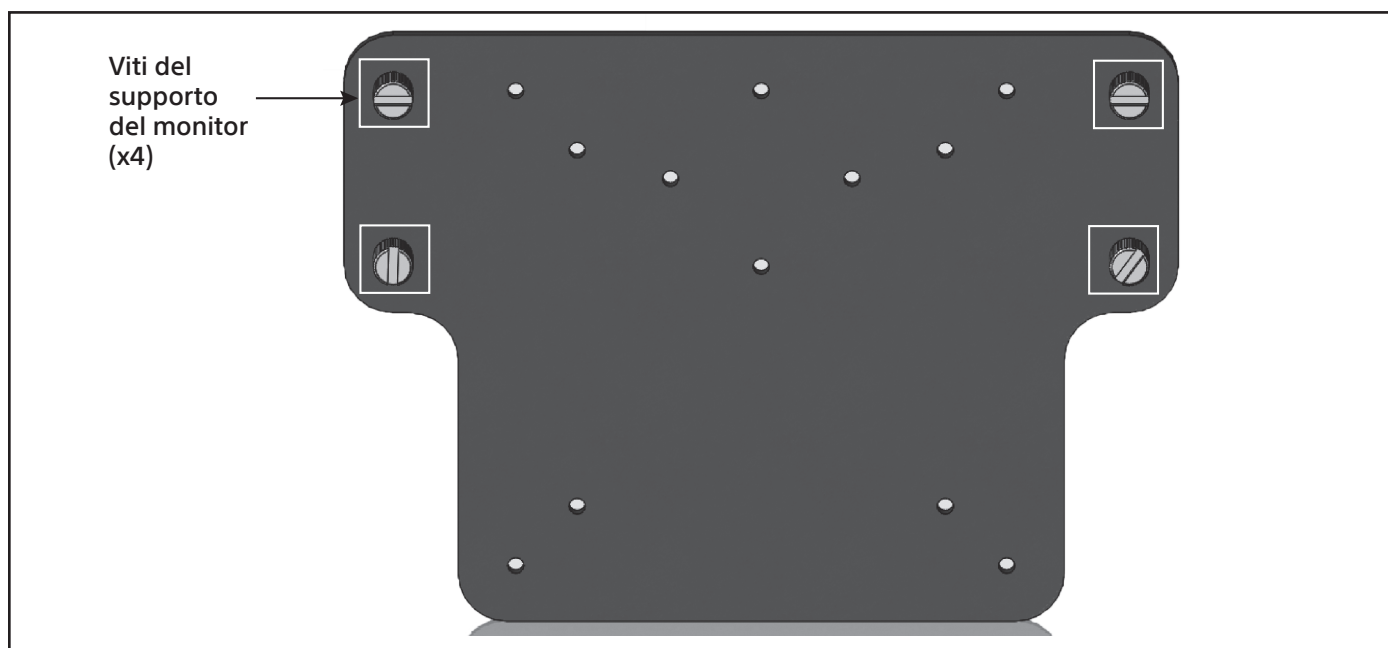
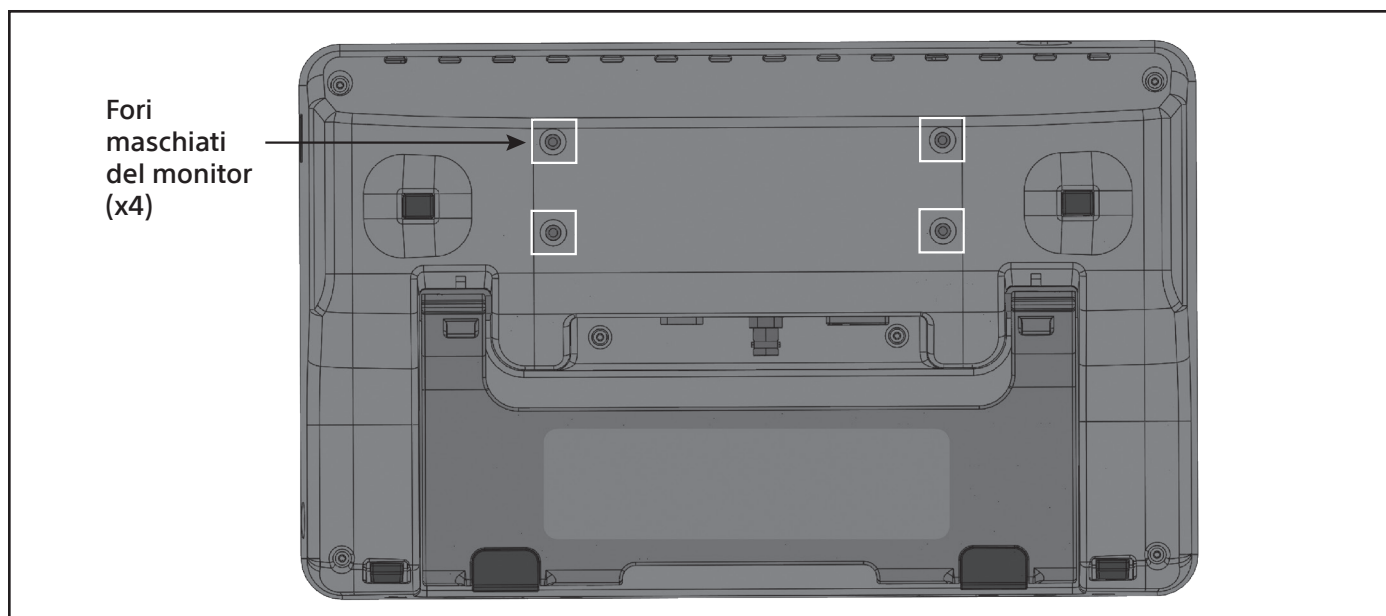

Figura 19. Allineare le viti del supporto del monitor
Figura 20. Fori maschiati del monitor
4. Allineare le viti del supporto del monitor (Figura 19) con i fori maschiati sul retro del monitor EXALT (Figura 20).